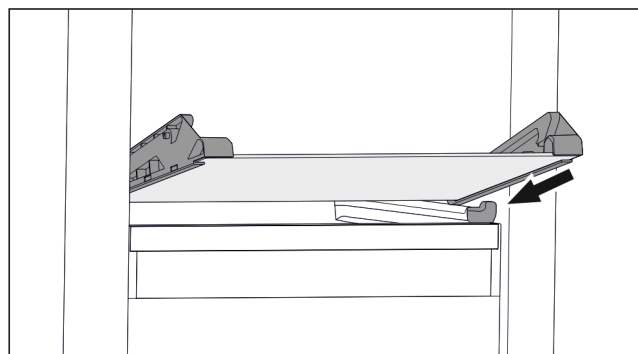

Fig. 67 Den nedklappelige skuffes glasplade
- ▶ Sæt glaspladen skråt bag stoppene. (se Fig. 67)